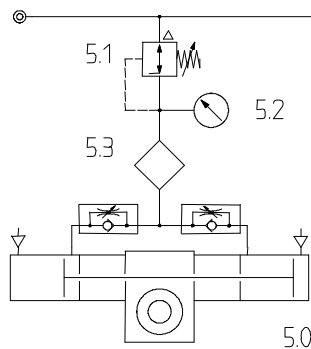

Abb. 5 Schaltschema Druckkompensation
- 5.3 Der hydropneumatische Drehantrieb DSO-HPE wird werksseitig mit Hydrodruckmittel befüllt und entlüftet geliefert. Das Anschließen der Druckkompensation (Schaltschema Abb. 5) erfolgt am Steuerteil (siehe Abb.). Die gerade Einschraubverschraubung für einen 5/3 mm Kunststoffschlauch gehört zum Lieferumfang. Am Druckregler ist ein Kompensationsdruck zwischen 2 und 4 bar einzustellen.